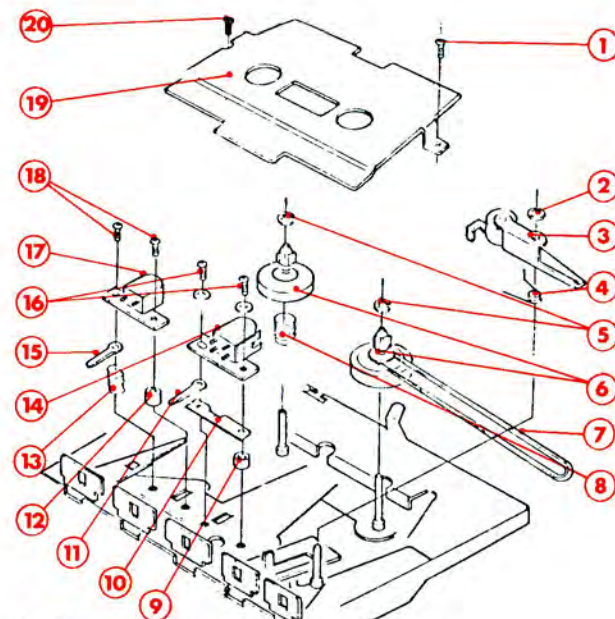

Fig. 9
M. DÉMONTAGE DES TÊTES D'ENREGISTREMENT-LECTURE ET D'EFFACEMENT (Fig. 9)
- 1° - Dévisser les vis (18).
- 2° - Déposer la tête d'effacement (17), la rondelle (15), le ressort (13) et l'entretoise (12).
N. DÉMONTAGE DU GALET PRESSEUR (Fig. 9)
- 2° - Enlever l'anneau d'arrêt (2).
- 3° - Déposer le galet presseur (3) et le ressort (4).
O. DÉMONTAGE DES PORTE-BOBINES (Fig. 9)
- 2° - Dévisser les vis (1) et (20) puis enlever le couvercle (19).
- 3° - Déposer la courroie d'entraînement compteur (7).
- 4° - Enlever les anneaux d'arrêt (5).
- 5° - Tirer les porte-bobines (6).